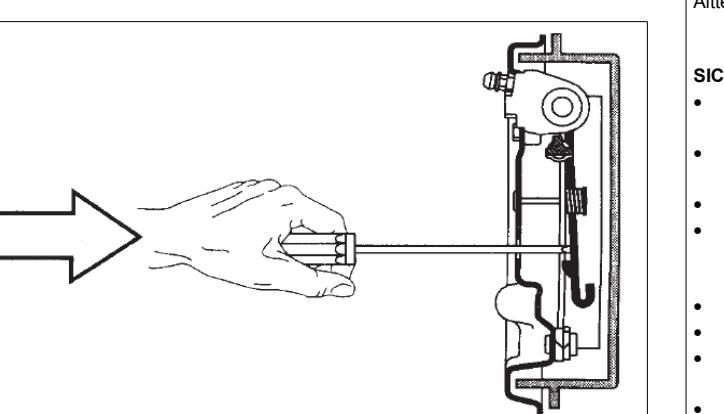

Fig. 7
- Bei Typ 1 (Bild 6) und Typ 2 (Bild 7): Durchdrücken des Handbremsebholzes bis ein metallisches Schrappen hörtbar ist.